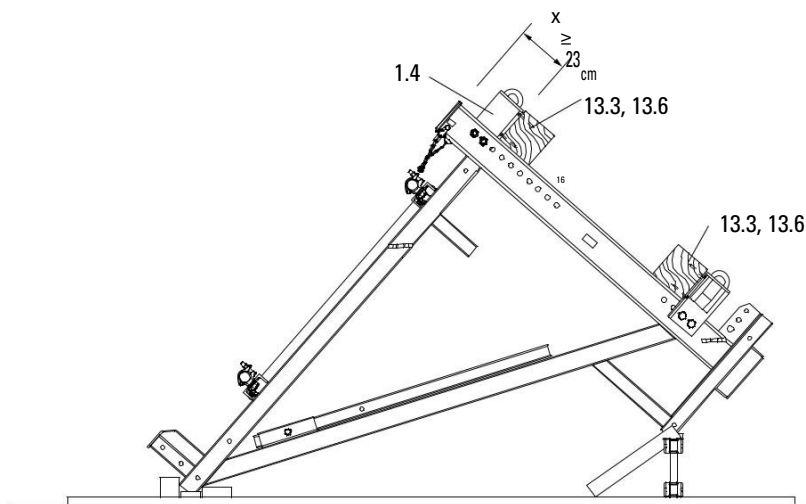

Fig. A1.13
1. Закрепете двете свързки на платформата СВ 160 (1.4) на всяка конзола. (Fig. A1.13)